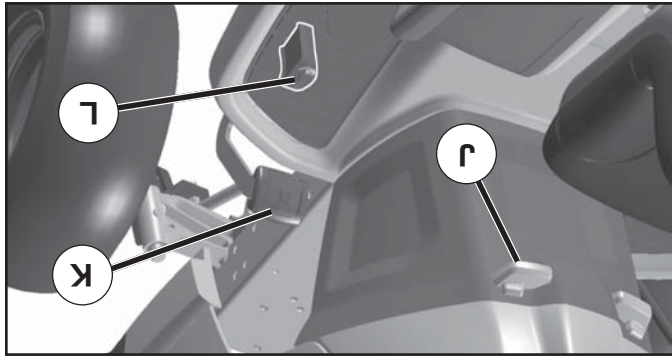

Fig. 8
(Voir la Fig. 8)
VITESSE (J) (Voir la Fig. 8)